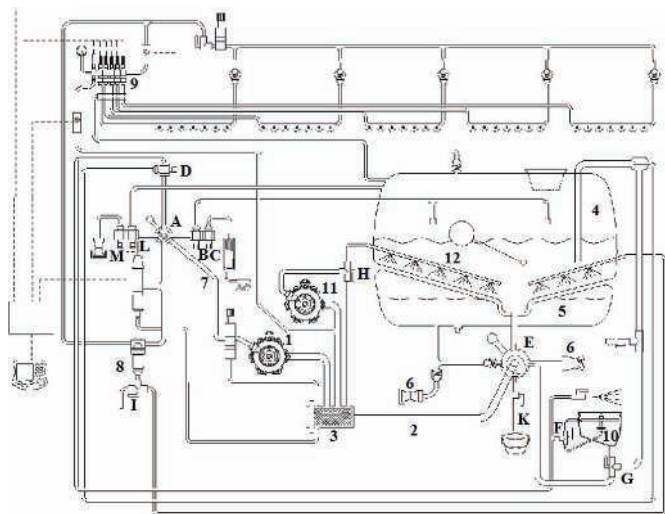

Рисунок 6.5 – Технологический процесс работы:
**Технологический процесс работы.** Насос опрыскивателя 1 через блок всасывания G, всасывающий трубопровод 2 и всасывающий фильтр 3 откачивает рабочий раствор из бака для раствора 4, воду из бака для промывочной воды 5 (она используется для очистки опрыскивателя), пресную воду через внешний всасывающий патрубок 6 (рисунок 6.5).